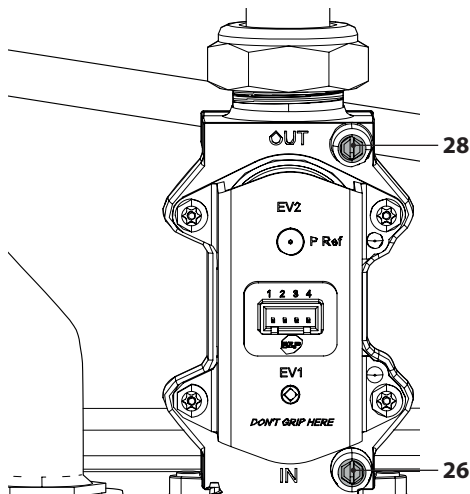

Figura 7.1
- A caldaia spenta (fuori servizio), controllare la pressione di alimentazione utilizzando la presa 26 in Figura 7.1 e confrontare il valore letto con quelli riportati nella tabella Pressioni di alimentazione gas nella sezione "Dati tecnici M300V.1616 SV" a pag. 26, "Dati tecnici M300V.2025 SV" pag. 29 e "Dati tecnici M300V.3035 SV" pag. 32.
- Richiudere bene la presa di pressione 26 in Figura 7.1.